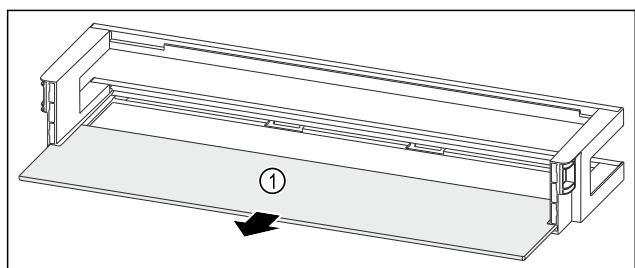

Fig. 211 Balconcino controporta con ripiano
- Rimuovere il ripiano Fig. 211 (1).